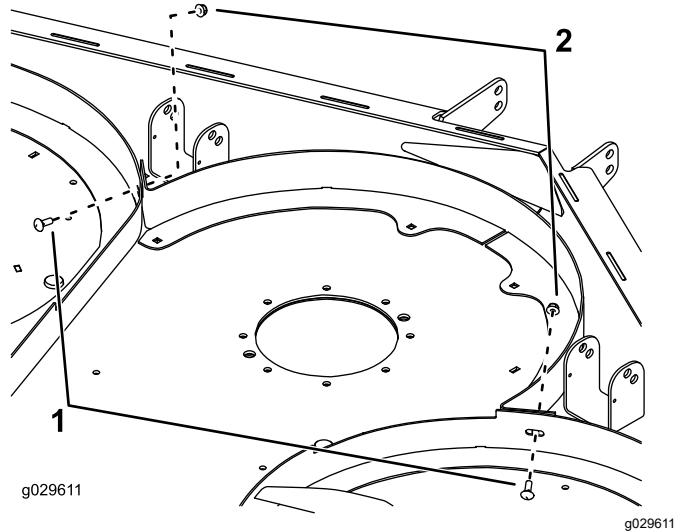

Figura 9
- Montate, senza serrarli, gli alloggiamenti di sinistra e destra sull'alloggiamento centrale con 2 bulloni a testa tonda (5/16 x 3/4 poll.) e 2 dadi (5/16 poll.), come illustrato nella Figura 9.